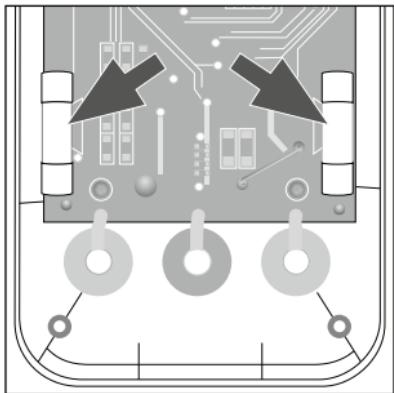

Fig. 6
- ◆ Udskift den defekte sikring F1 (F 250 mA/300 V) eller F2 (F 10 A/300 V) med en ny sikring af samme type (se fig. 6).